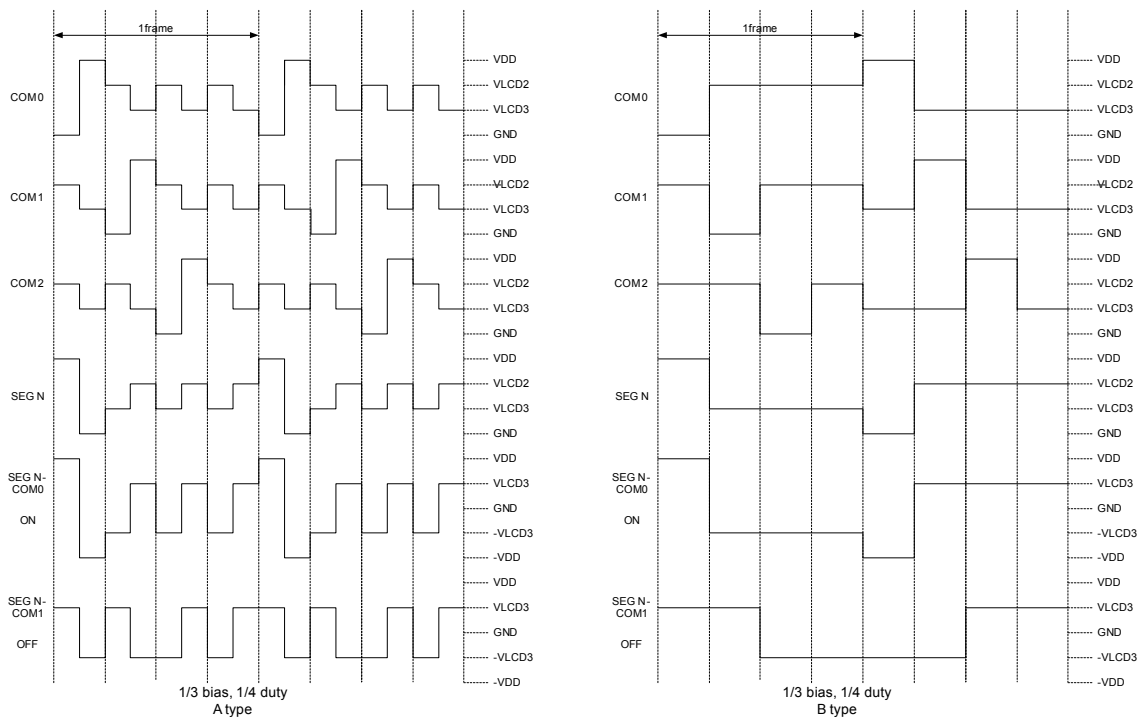

图 21 LCD 波形 ( 1/3 bias, 1/4 duty )
EM78P468L 能够很方便地产生红外载波信号和 PWM 标准波形。实现 IR 与 PWM 波形的功能要有如下结构配合：八位递减定时/计时器、高电平脉宽定时器、低电平脉宽定时器和 IR 控制寄存器。IR 系统框图如图 21 所示，IR 控制寄存器 (RE) IOC90 (计数器 1、2 控制寄存器) IOCA0 (高电平脉宽定时器、低电平脉宽控制寄存器) IOCC0 (计数器 2 预设置寄存器) IOCD0 (高电平脉宽定时器预设寄存器) IOCE0 (低电平脉宽定时器预设寄存器) 决定 IROUT 引脚的波形输出。关于载波、高低电平时间在下面会作解释。